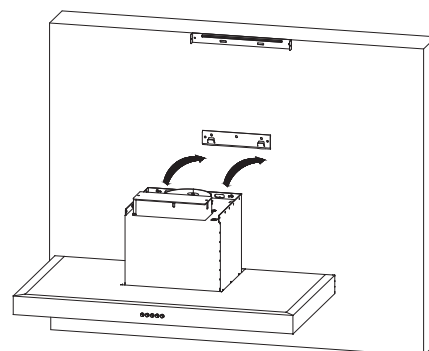

Fig.6
- Encaixe o produto no suporte de instalação (fig.6).